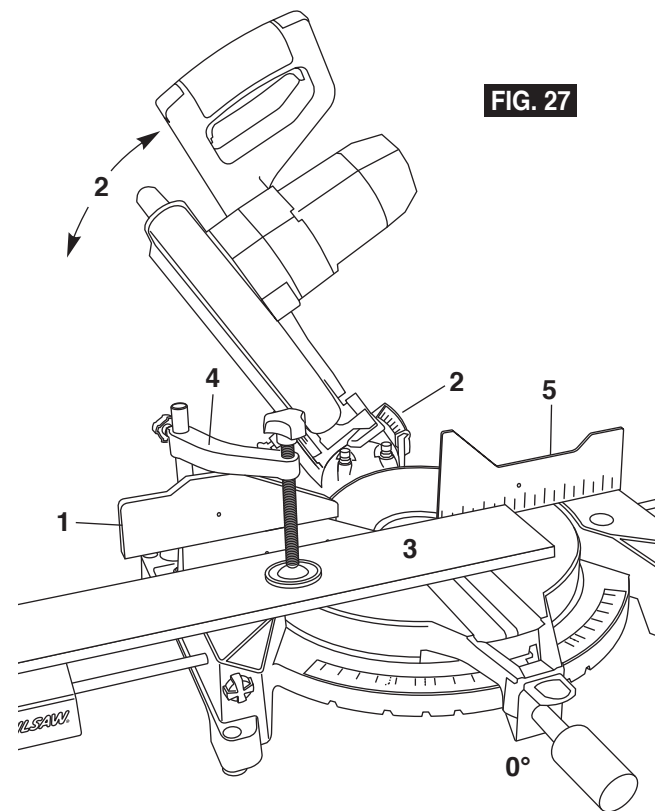

FIG. 27
3. Loosen the bevel lock handle. Tilt the head assembly to desired bevel angle **2**. Tighten the bevel lock handle (Figure 27).
3. Desserrez la poignée de blocage de biseau. Inclinez la tête à l'angle de biseau désiré **2**. Serrez la poignée de blocage de biseau (Figure 27).